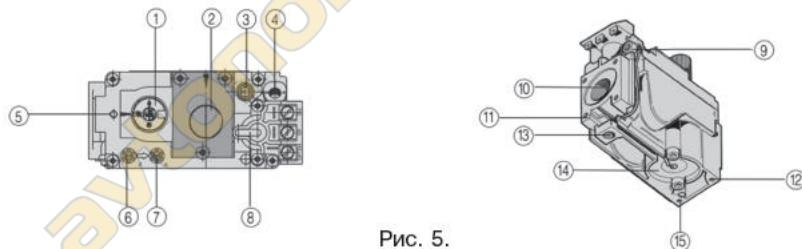

Рис. 5.
**В котлах серии «Премиум» применяется газогорелочное устройство на основе итальянской автоматики «820 Nova» и инжекционной горелки Polidoro (см. рис. 5)**